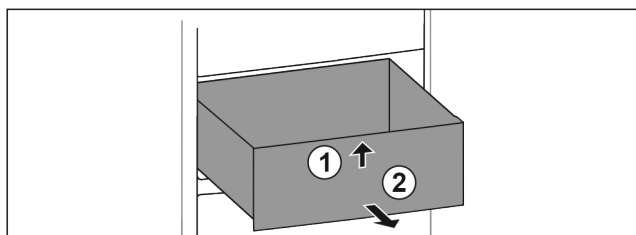

Fig. 75
- ▶ Podignite ladicu sprijeda. Fig. 75 (1)
- ▶ Izvadite ladicu prema naprijed. Fig. 75 (2)